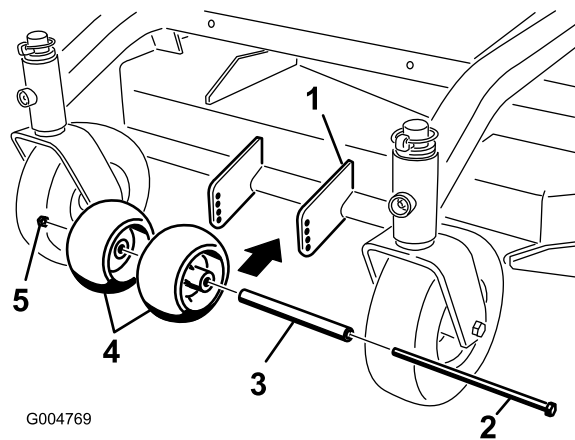

Figura 12
1. Dopo avere regolato l'altezza di taglio, controllate che i rulli antistrappo siano ad una distanza minima da terra di 10 mm (Figura 12).
2. Se occorre regolare, togliete il bullone, le rondelle e il dado (Figura 12).
3. Selezionate una posizione del foro che permetta ai rulli antistrappo di trovarsi ad una distanza minima da terra di 10 mm (Figura 12).
4. Montate il bullone e il dado (Figura 12).